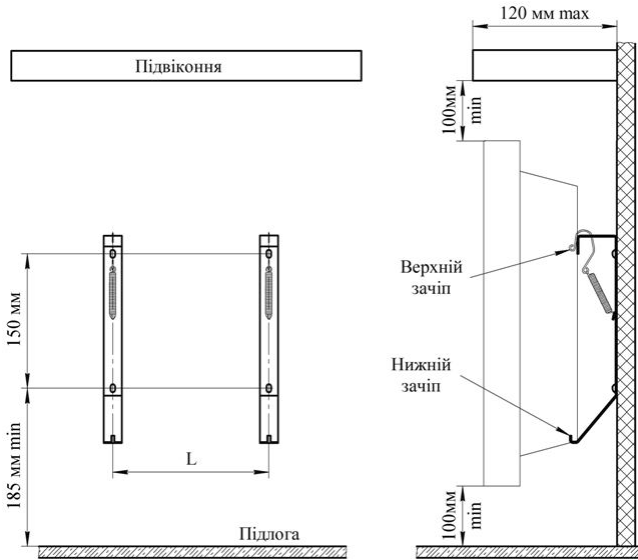

Рис. 1
- Поєднайте прямокутні отвори на задній стінці конвектора з верхніми зачепами (рис. 1) кронштейнів і надягніть конвектор на зачепи.
Увага! Категорично забороняється включати і експлуатувати конвектор без його закріплення на кронштейнах на стіні або на підлозі без встановлених опор. Включати та експлуатувати конвектор дозволяється тільки в положенні, вказаному на рис.1 (повітрязабірною решіткою вниз). При першому включенні конвектора можливий запах від випаровування консерваційних матеріалів. Рекомендується провітрити приміщення.